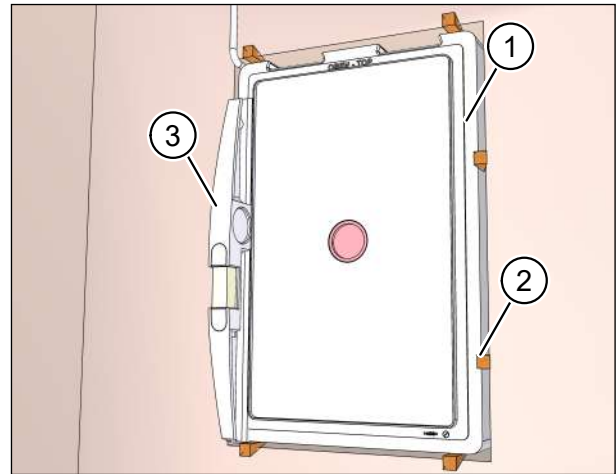

Abb. 21: Mauerkasten fixieren
- ▶ Fixieren Sie den Mauerkasten (Pos. 1 in Abb. 21) an der Innen- und Außen-
(Pos. 2 in Abb. 21) im Mauerdurch-
waage (Pos. 3 in Abb. 21) den